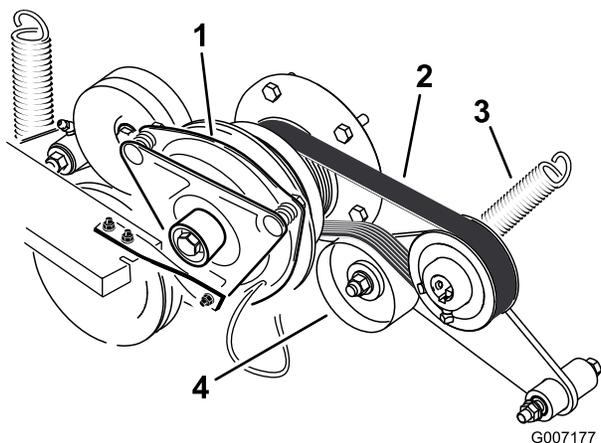

Figura 69
- Togliete la molla di tensione dal braccio di rinvio (Figura 69).
- Montate la nuova cinghia attorno alle pulegge del motore e della pompa idraulica (Figura 69).
- Montate la molla sul braccio di rinvio (Figura 69).